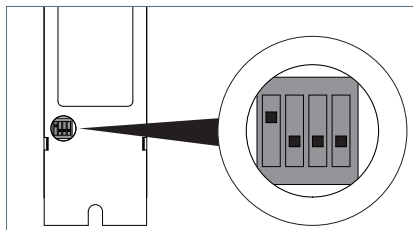

Fig. 29: Posizione dell'interruttore DIP per la funzione Advanced Single Control.
- ▶ Mettere l'interruttore DIP n. 1 sulla posizione "ON"; vedi Fig. 29.